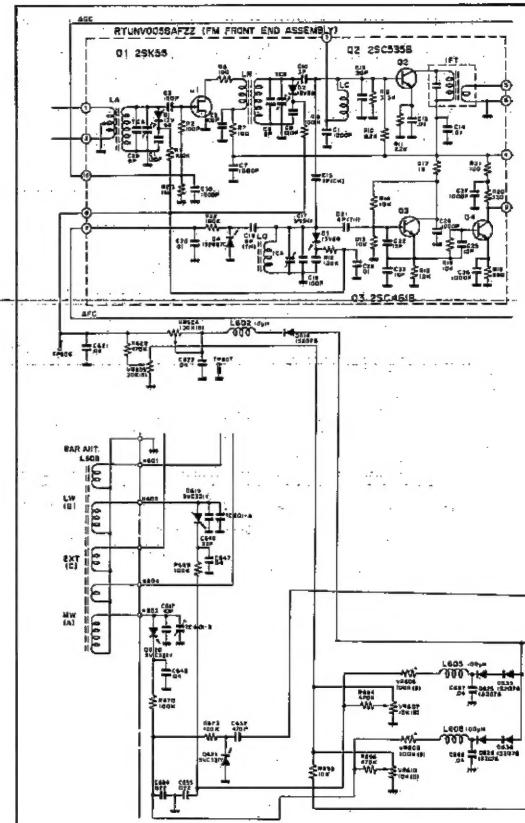

Abbildung 8-1
• UKW-Abstimmung (Siehe Abbildung 8-1.)
• MW-Abstimmung (Siehe Abbildung 8-1.)
• LW-Abstimmung (Siehe Abbildung 8-1.)